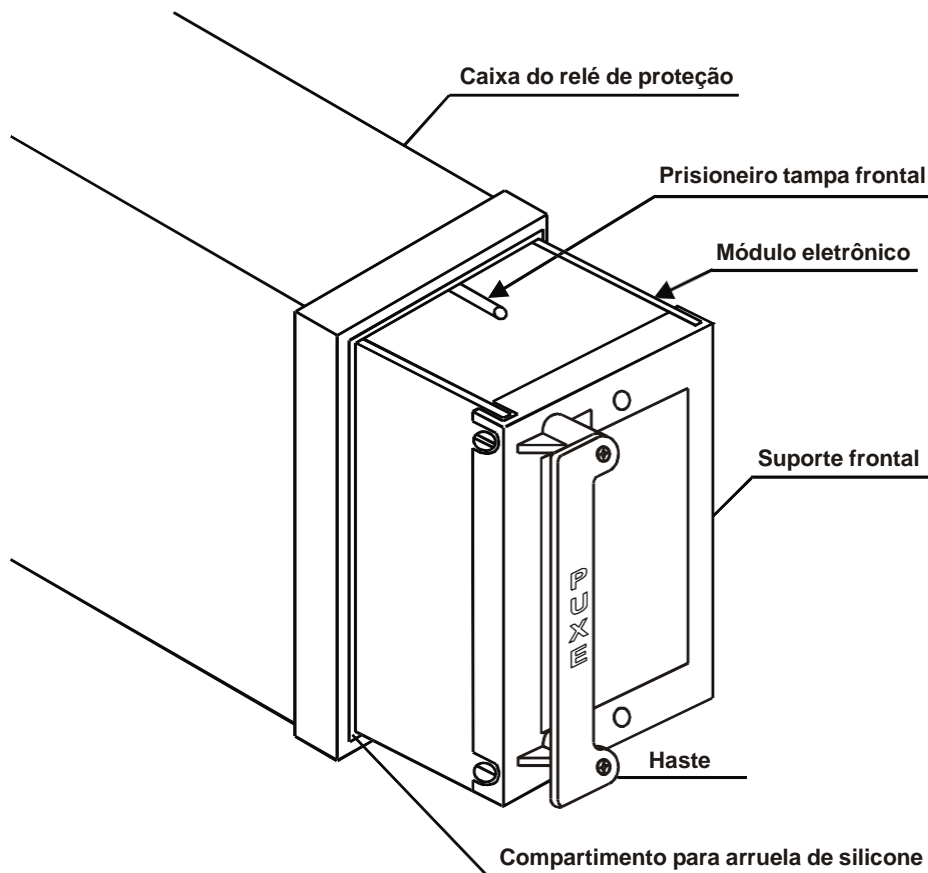
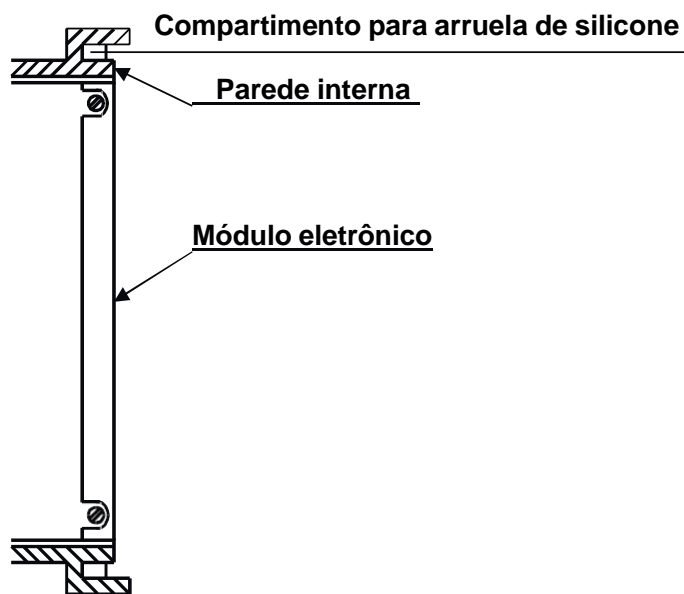

Figura 25.5: Inserção do módulo eletrônico.
Figura 25.6: Vista em corte do encaixe do relé.
- a) Posicionar o módulo eletrônico (figura 25.5) na caixa do relé. Utilize haste (figura 25.6) para encaixar as placas de circuito impresso do módulo eletrônico nas guias internas da caixa.
- b) Aplicar pressão nas laterais da haste (figura 25.5) até que o suporte encaixe totalmente na caixa do relé, ou seja, o módulo precisa ficar totalmente alinhado com a parede interna do compartimento para arruela de silicone (figura 25.6). Aplicar pressão considerável para um encaixe uniforme e seguro. O sistema de conexão é extremamente robusto e suporta o mecanismo de inserção do relé.